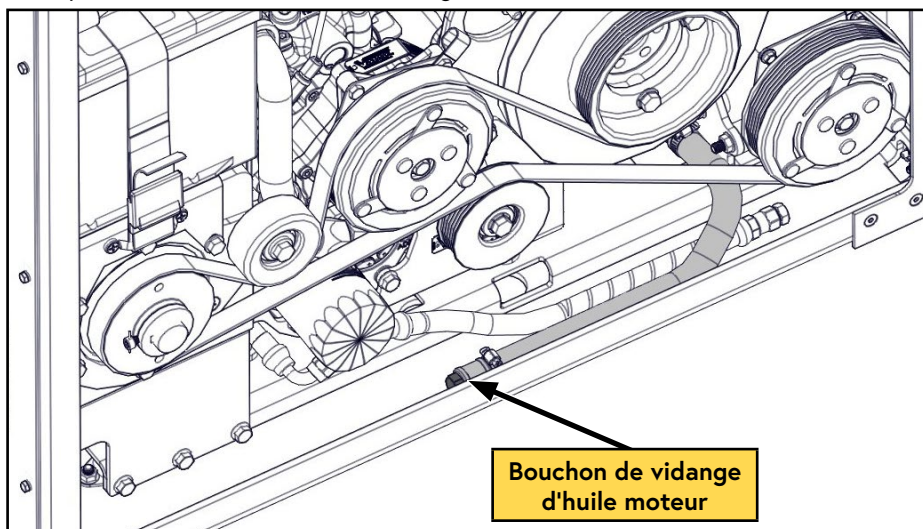

Figure 42 — Vidanger l'huile
- ☐ Retirez le bouchon de vidange d'huile et vidangez l'huile dans un récipient d'une capacité d'au moins 1,6 USG (6 L) (Figure 42).